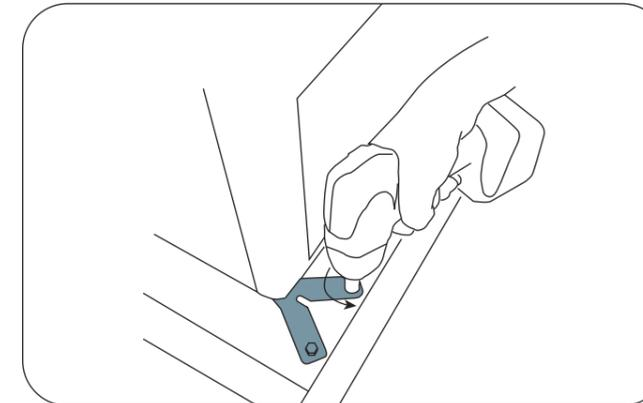

Figure 4. Retirer les supports d'expédition
4. Relevez les 4 à 6 supports d'expédition en acier fixant la table à la palette (Figure 4). Les supports s'accrochent aux niveleurs de table pour maintenir la table solidement sur la palette. Relevez les deux boulons de chaque support à l'aide d'une clé de 7/16" douille ou clé. Veillez à ne pas rayer l'appareil lorsque vous utilisez le tournevis ou tournez la clé. Relevez les supports des niveleurs Quand les boulons retirés.